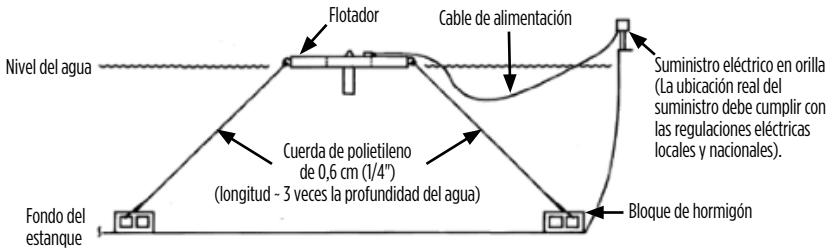
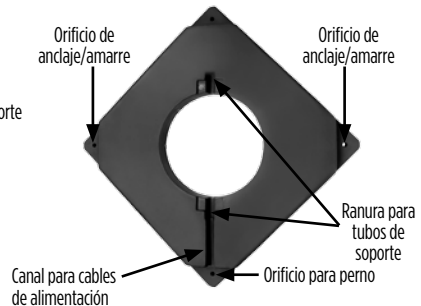

Figura 1
Figura 3
- Corte dos tiras de 0,6 cm (1/4") de cuerda de polietileno. Si va a anclarlo al fondo del estanque, deje aproximadamente 0,9 m (3 ft) de cuerda por cada 0,3 m (1 ft) de profundidad del agua (Figura 1). Si va a amarrarlo a la orilla, asegúrese de que haya suficiente cuerda desde la ubicación prevista del flotador en la superficie del estanque hasta una ubicación de amarre segura en la orilla.
- Deben usarse al menos dos cuerdas de anclaje/amarre atadas a dos esquinas opuestas del flotador (Figura 3). Pase un extremo de la cuerda por uno de los orificios de anclaje/amarre del flotador y átele de manera segura. Haga lo mismo en la esquina diagonal opuesta. Se necesitan solo dos esquinas opuestas para asegurar a la mayoría de las aplicaciones (Figura 1). Sin embargo, si la aplicación está expuesta a vientos fuertes, anclar/amarrar tres o más esquinas del flotador puede reducir el desplazamiento de la unidad.
- Si va a anclar el flotador al fondo del estanque, coloque un bloque de anclaje en el fondo del estanque, ubique el flotador donde desee y coloque el otro bloque de anclaje en el fondo del estanque, cada uno orientado de manera que las cuerdas formen un ángulo con el flotador como vértice (Figura 1).